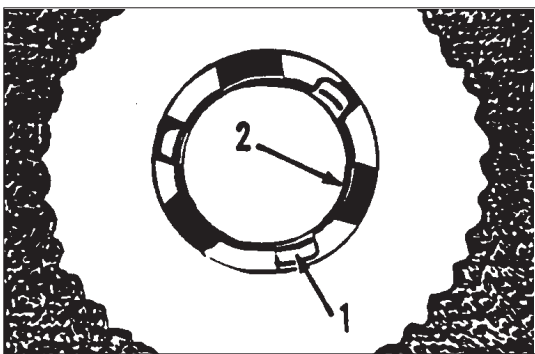

Figure 3
5. Align the lugs (1) on the locking plate into the pad driver adapter openings (2). See figure 3.
5. Inserte el arrastre central del cepillo sobre el acoplamiento de la máquina. (Véase fig. 3)
5. Insérer l'entraînement central de la brosse sur l'accouplement de la machine. (Voir fig. 3)